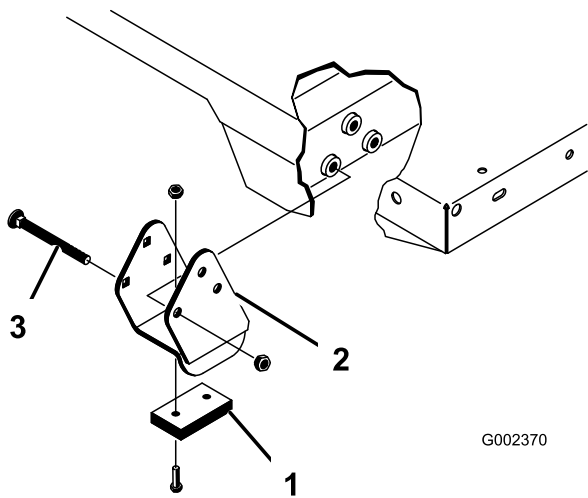

Figura 23
Asegúrese de instalar los espaciadores y las pletinas de desgaste (Figura 23) con las cabezas de los pernos de cuello cuadrado dentro de la máquina.
- Coloque la plataforma con cuidado sobre el bastidor de la máquina, alineando los taladros de las placas de giro traseras con los taladros del perfil trasero del bastidor, e instale los 2 pasadores y las chavetas (Figura 23).
- Inserte el pasador desde la parte exterior de la plataforma, con la chaveta hacia fuera (Figura 23).